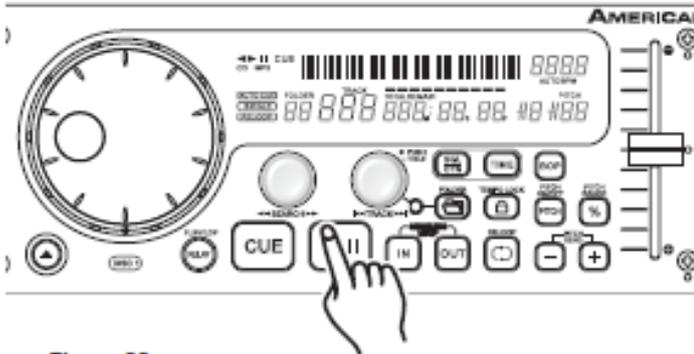

Figure 33
1) Appuyez sur le *BOUTON PLAY/PAUSE* (18) pour que la musique soit lue (Figure 33).